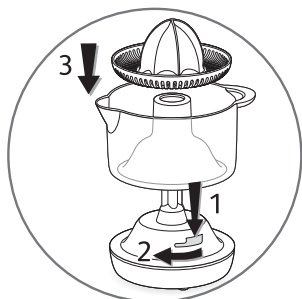

fig.1
- Placez d'abord la verseuse **(B)** et ensuite le cône plastique **(C)** sur le bloc moteur **(A)**. Verrouillez l'ensemble **(fig. 1)**.
- Place the jug (**B**) and then the plastic cone (**C**) on the motor unit (**A**). Lock the assembly (**fig. 1**).
- Plaats eerst de kom (**B**) en dan de kunststof perskegel (**C**) op het motorblok (**A**). Vergrendel het geheel (**fig. 1**).
- Setzen Sie den Behälter **(B)** und dann den Presskegel **(C)** auf den Motorblock **(A)**. Verriegeln Sie den Behälter (**Abb. 1**).